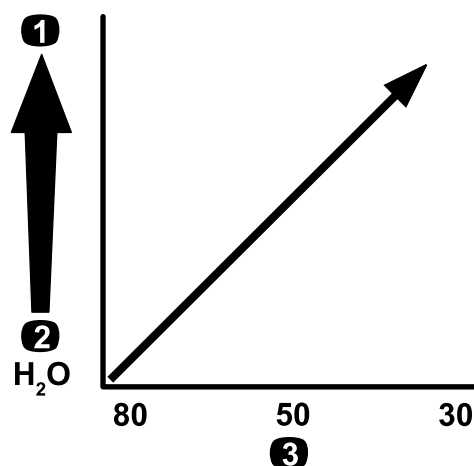

Figure 13
**Important:** Si vous pulvérisiez des produits chimiques de viscosité plus élevée (plus épais) ou des solutions avec poudres mouillables, vous devrez peut-être utiliser un maillage plus grossier pour le filtre d'aspiration ; voir Figure 13.